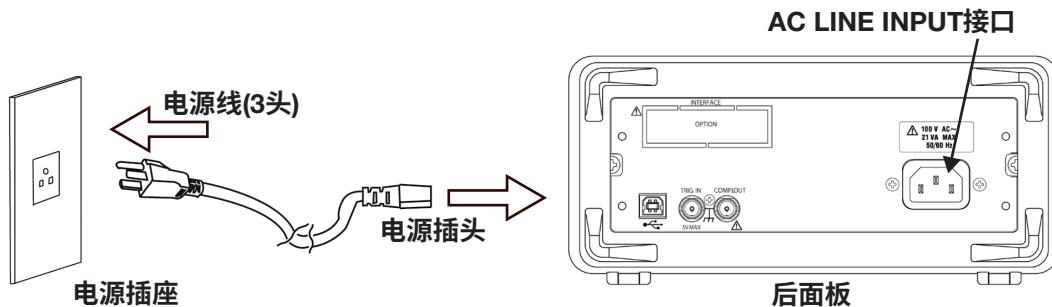

图2.2 连接电源线
- 2** 将附带的电源线插头插入后面板上的AC LINE INPUT接口(参见图2.2)。